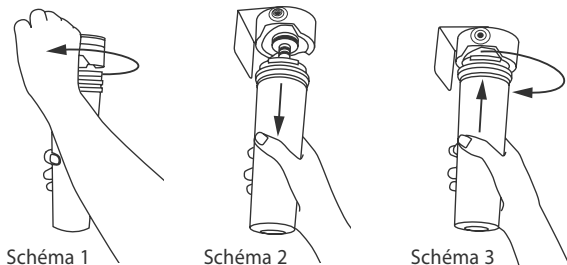

Fig.22 Remplacement de la cartouche de filtre à eau
- 2 Dégagez la cartouche de la tête du filtre (vers le bas lorsque la cartouche est installée selon l'orientation recommandée), comme le montre le schéma 2 de l'illustration Fig 22 ci-dessous.